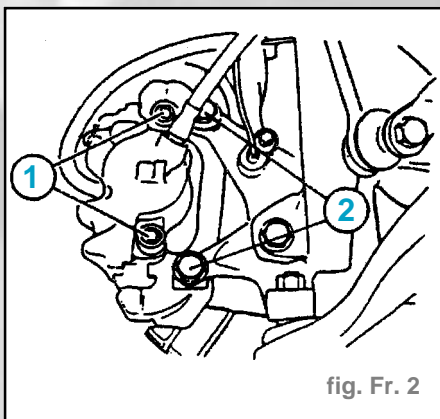

fig. Fr. 2
- Déposer les vis de guidage (1) et dégager l'étrier de frein par l'arrière (fig. Fr. 2).
- Déposer les vis (2), dégager l'étrier de frein et maintenir en position une corde ou du fil (fig. Fr. 2).
- Déposer les vis (2) et retirer l'étrier de frein (fig. Fr. 2).